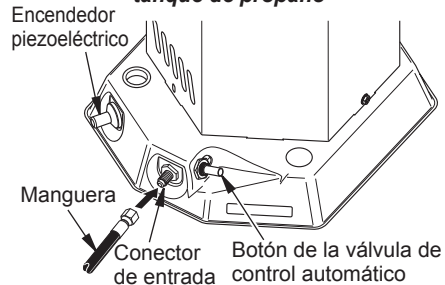

Figura 3 - Ubicación del conector de entrada y de la manguera, del botón de la válvula de control automático y del botón del ignitor piezo
2. Conecte la manguera a la entrada del conector (consulte la figura 3). Apriete firmemente usando una llave.
5. Presione y mantenga presionado el botón de la válvula de control automático (consulte la figura 3). Presione y suelte el botón ignitor piezo. Continúe presionando el botón del ignitor piezo hasta que se encienda el quemador. Mantenga presionada la pe-